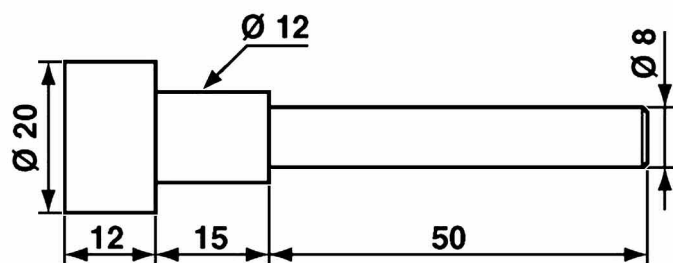
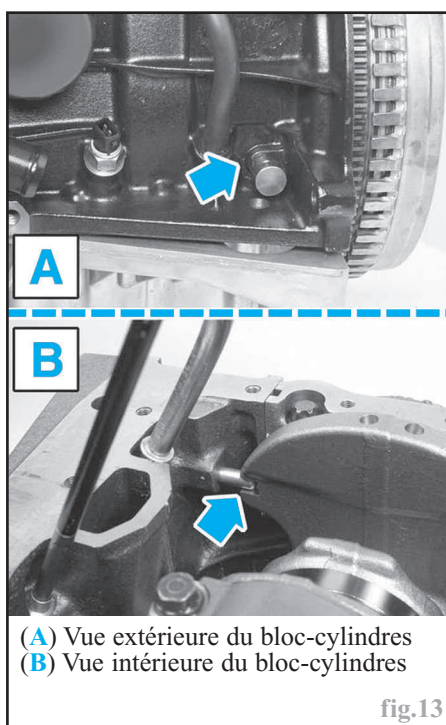

fig.12
fig.13
- Introduire partiellement une pige appropriée (outil **Renault Mot. 1054**, voir cotes de réalisation, fig.12) dans l'orifice du bloc-cylindres.
**Nota :** s'assurer que le vilebrequin soit bien immobilisé au point de calage par la pige (fig.13).
- repère de la roue dentée d'arbre à cames (1) aligné avec celui tracé sur le carter intérieur de distribution,
- vilebrequin pigé (pige voir cotes de réalisation, fig.12) au travers de l'orifice du bloc-cylindres près de tube de jauge à huile (fig.13).
**Nota :** dans cette position la rainure de la clavette de la roue dentée de vilebrequin (4) est positionnée vers le haut légèrement décalée vers la droite par rapport à l'axe verticale de 19° environ, entre 2 nervures du porte-bague d'étanchéité, et le repère opposé tracé sur la roue dentée est situé en bas décalé d'un creux de dent à gauche par rapport à l'axe vertical.